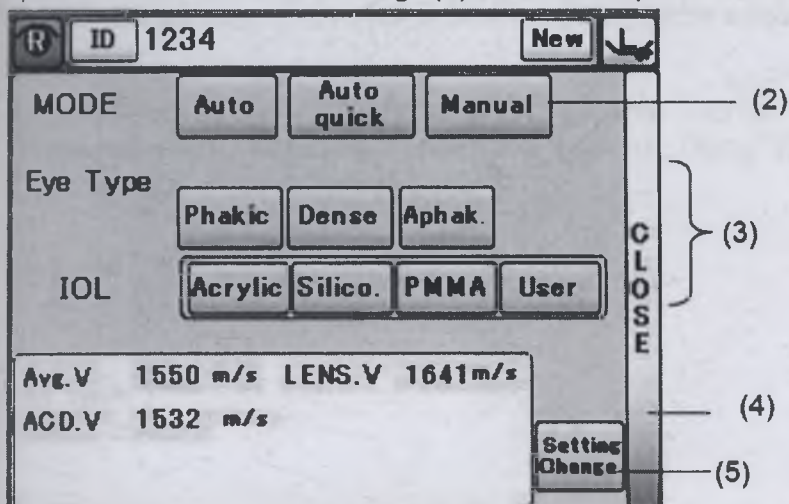

Рис. 2
1) Коснитесь кнопки “Setting” (1), чтобы открыть окно настроек (Рис. 2).